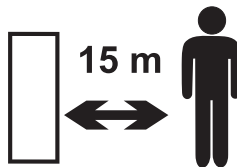

Fig. 1 – Distancia de seguridad
- Siempre mantenga a las personas y animales apartados del área de uso del soplador, Fig. 1, por lo menos a una distancia de 15 metros alrededor.